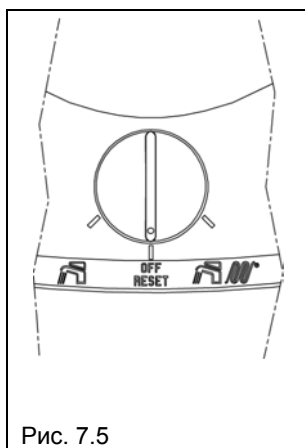
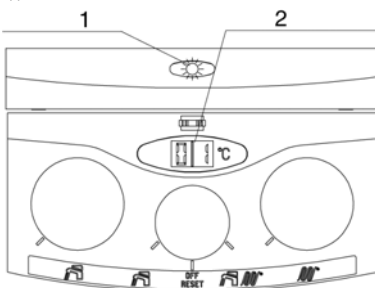
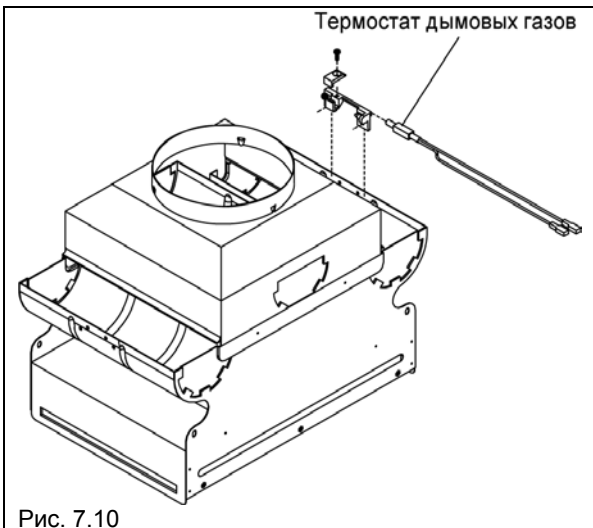

Рис. 7.5
Рис. 7.9
Рис. 7.10
- установите переключатель режима работы, который находится на панели управления в положение Выключено (Рисунок 7.5);
- установите переключатель режимов работы в (рисунок 7.5) нужное положение.
- выключите котел, установив переключатель режимов работы, расположенный на панели управления, в положение выключено (рисунок 7.5);
Котел оборудован системой контроля над удалением продуктов горения – на нем установлен термостат дымовых газов (рисунок 7.10), который в случае неполадки своевременно останавливает работу котла. На панели управления загорается световой индикатор красного цвета (рисунок 7.9), а на дисплее появляется сообщение о неполадке. Для того, чтобы восстановить работу котла необходимо перевести переключатель режимов работы в положение OFF (выключено) – рисунок 7.5 – а затем перевести его в нужный режим работы.